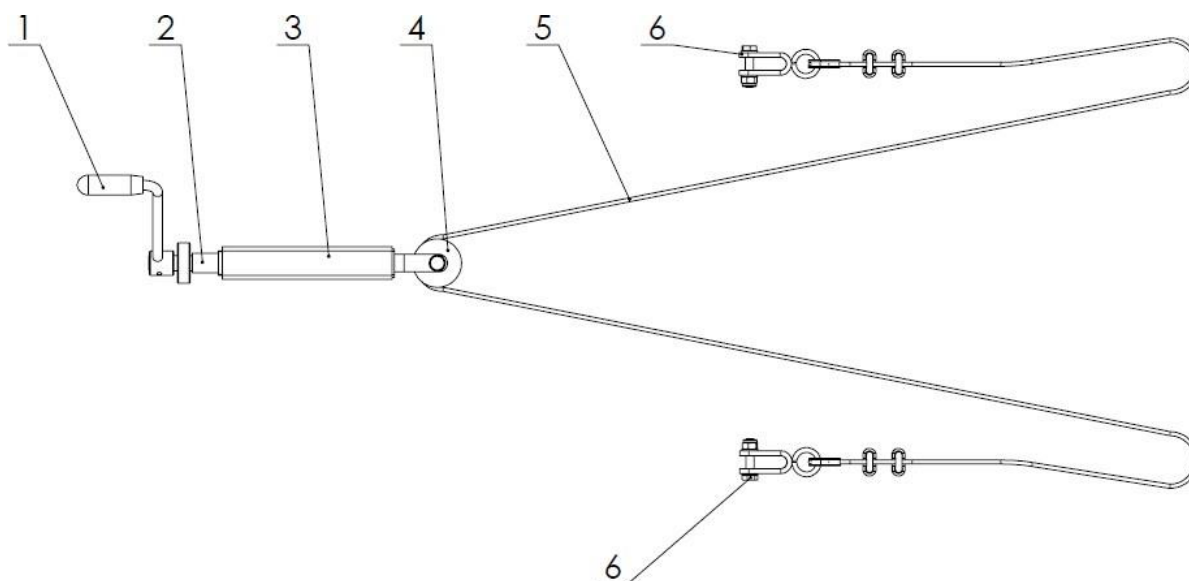

Рисунок 15. Схема стояночного тормоза
Пресс-подборщик может быть оснащен стояночным тормозом с ручным управлением, исполнительным элементом которого является винтовой натяжной механизм тросиков, соединенных с рычагами тормоза (рисунок 15). Поворачивая рукоятку (1) по часовой стрелке тросиком (5) изменяется положение тормозного рычага, активируя стояночный тормоз тракторного самоходного шасси. Изменяя направление поворота рукоятки, стояночный тормоз отпускается.